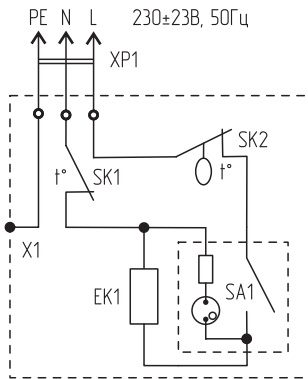

Рис. 2. Электрическая схема конвектора 10MX-11
5.2. Схема электрических соединений и узлов показана на рис. 2, 3. Нагревательный элемент имеет два независимых нагревателя ЕК1 и ЕК2 (для 10МХ-11 – один нагреватель), которые могут включаться независимо друг от друга, обеспечивая 100% или 50% номинальной мощности конвектора. В цепь питания нагревателей включены рокерные переключатели с подсветкой SA1 и SA2 (для 10МХ-11 – один переключатель), термовыключатель защиты от перегрева SK1 и биметаллический термостат SK2.